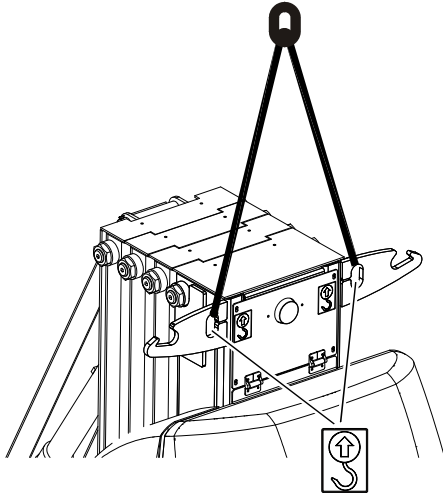

Figura 3-15. Levantamiento
- Atar todas las correas/cadenas de elevación a AMBOS salientes de elevación como se muestra en la Figura 3-15.